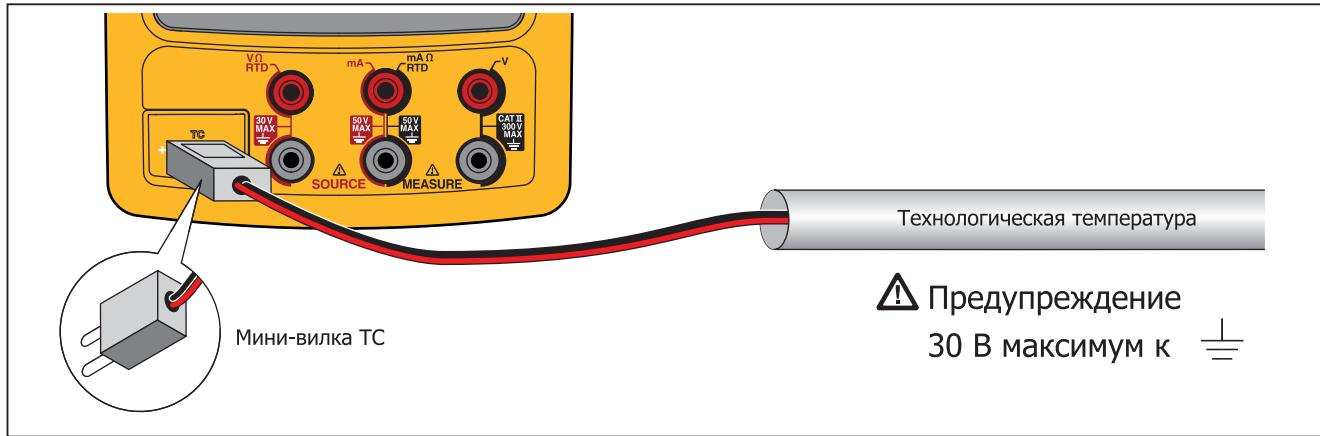

Рисунок 15. Измерение температуры с помощью термопары
1. Присоедините датчики термопары к правильной минивилке термопары, а затем к входу/выходу ТС. См. рис. 15.